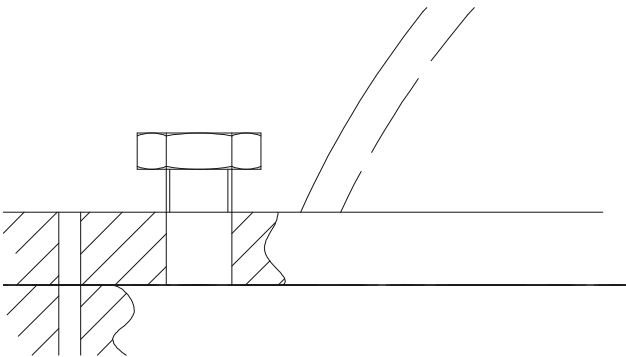

图 11-2-17
把所画的螺钉头向上移动 10 的距离，并拉伸出它的螺柱体，结束如图 11-2-17 所示。
- // 选择图 11-2-17 中的直线 1
- // 选择图 11-2-17 中的直线 2
- // 选择图 11-2-17 中的直线 3
- // 选择图 11-2-17 中的直线 4
- // 选择图 11-2-17 中的直线 5
- // 选择图 11-2-17 中的直线 6
- // 选择图 11-2-17 中的直线 7
- // 选择图 11-2-17 中的直线 8